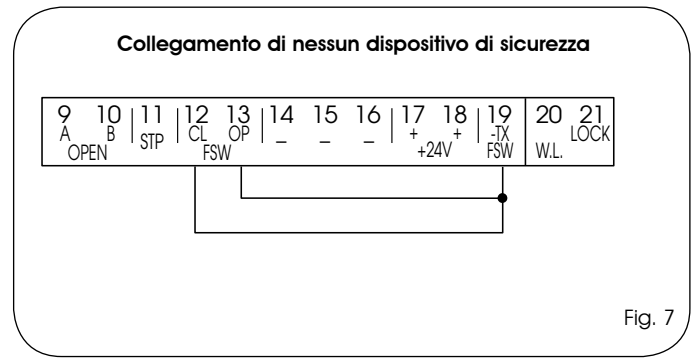

Fig. 7
**Se non vengono collegati dispositivi di sicurezza in chiusura, ponticellare i morsetti CL e -TX FSW (fig. 7).**
**Se non vengono collegati dispositivi di sicurezza in apertura, ponticellare gli ingressi OP e -TX FSW (fig. 7).**